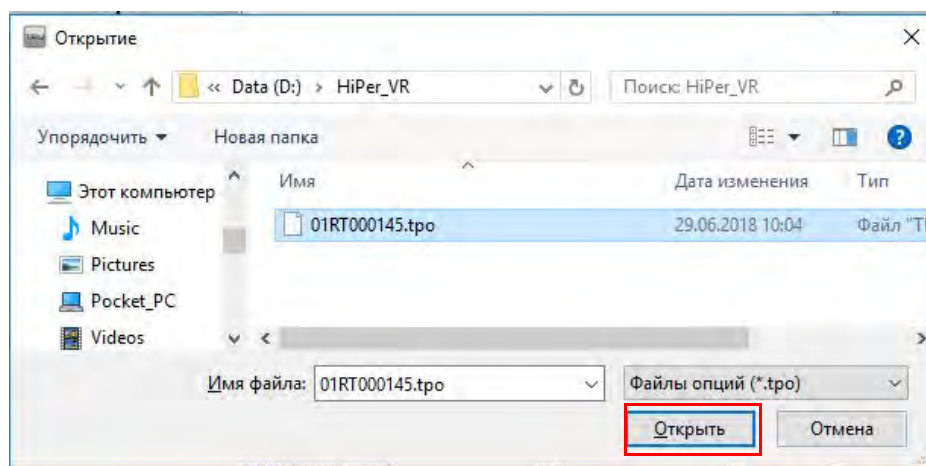

Рисунок 5-7: Загрузка OAF
4. Выберите соответствующий файл и кликните **Открыть** (Рисунок 5-7).